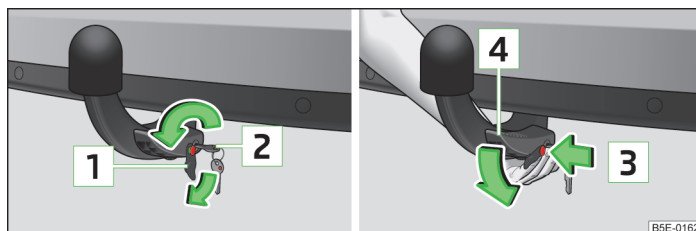

Fig. 150 Deblocări maneta de operare a tijei cuplei / slăbiți tija cuplei
- Scoateți capacul **1** » fig. 150 de pe încuietoarea tijei cuplei în sensul săgeții.